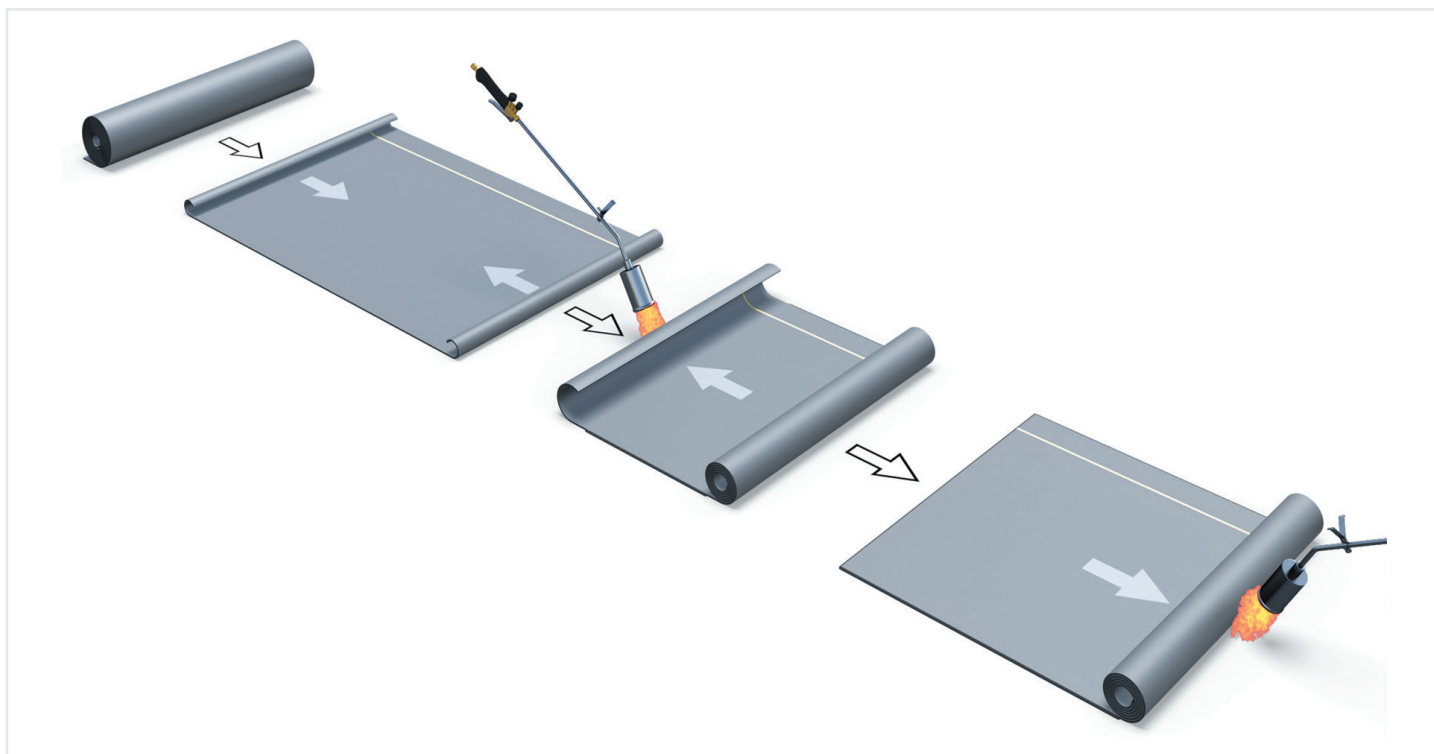

Рисунок 40 – Укладка первого полотна
5.7.3.4 Рулон материала раскатывается, положение полотна корректируется, при необходимости подрезается. Края полотна скатываются к середине, не допуская смещения. Материал наплавляется с помощью газовой горелки путем равномерного разогрева нижней поверхности полотна (Рисунок 40) Перед наплавлением УЛЬТРАНАП / УЛЬТРАДРАЙВ удаляются антиадгезионные пленки